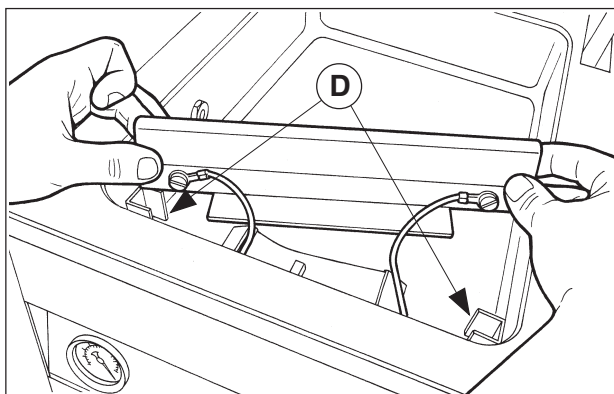
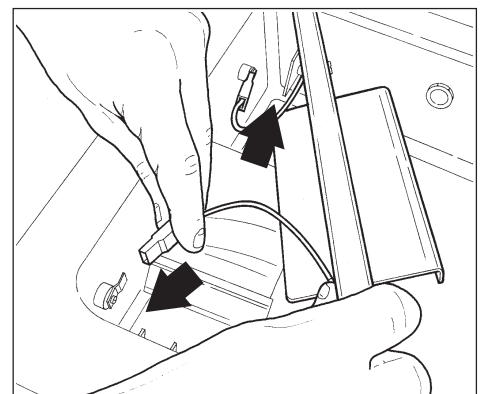

Abb. 6
Abb. 7
- 5) Fügen Sie die Schweissleiste in die Führungen (D - Abb. 6) ein und schließen Sie die Kabel unlösbar an (Abb. 7).